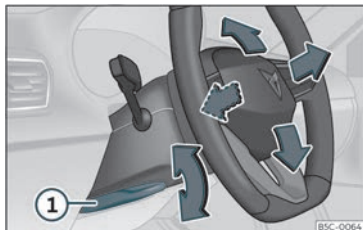

Fig. 8 Alavanca na parte inferior do lado esquerdo da coluna de direção
- Puxe a alavanca »» **Fig. 8 ①** para baixo, mova o volante até à posição desejada e volte a subir a alavanca até ao ponto de fecho.
- Após ajustar a coluna da direção, empurre firmemente a alavanca »» **Fig. 8 ①** para cima para que o volante não mude de posição acidentalmente durante a marcha.